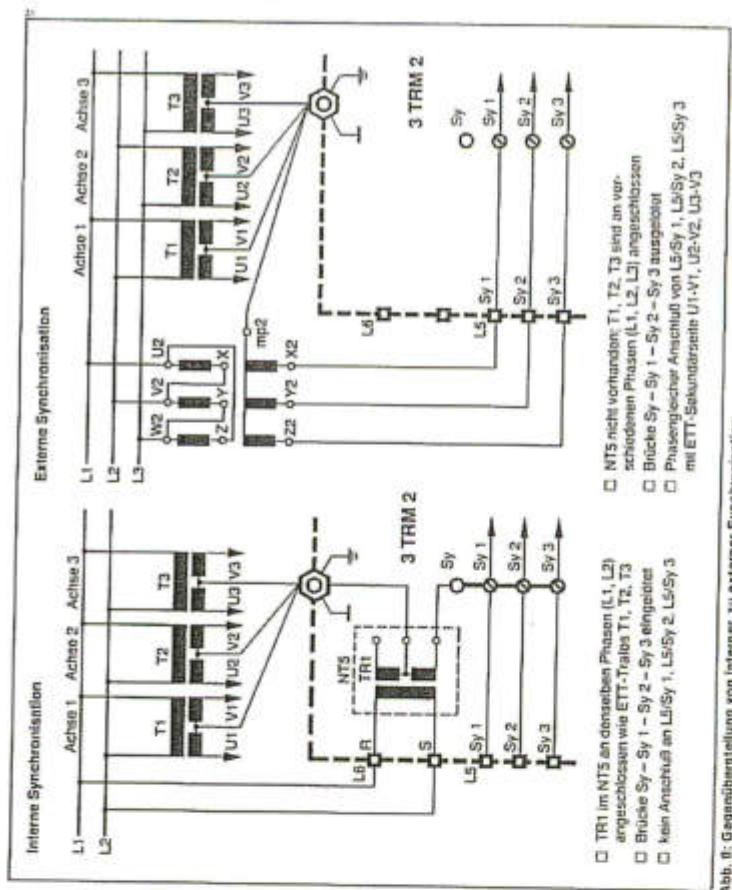

Abb. 8: Gegenüberstellung von interner zu externer Synchronisation
Die interne Synchronisation ist nur dann möglich, wenn der Netzleittransformator ein Netzteil NT5 mit den selben Phasen angeschlossen ist (siehe Abb. 8). Zur internen Synchronisierung der drei Achsen muß die Brücke Sy eingelötet sein. An den Klemmen Sy 1, Sy 2 und Sy 3 darf kein Anschluß erfolgen.
b) die Leistungstransformatoren ETT zur besseren Lastverteilung, an unterschiedliche Phasen angeschlossen sind (siehe Abb. 8).